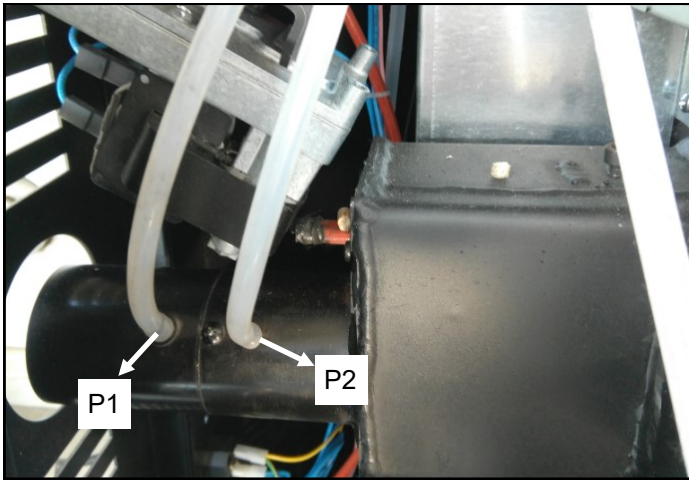

Figura 6
- Altrimenti aprendo il pannello laterale, nel tubo della presa d'aria vi sono due tubicini in silicone collegati al depressimetro come in **Figura 6 e 7**.